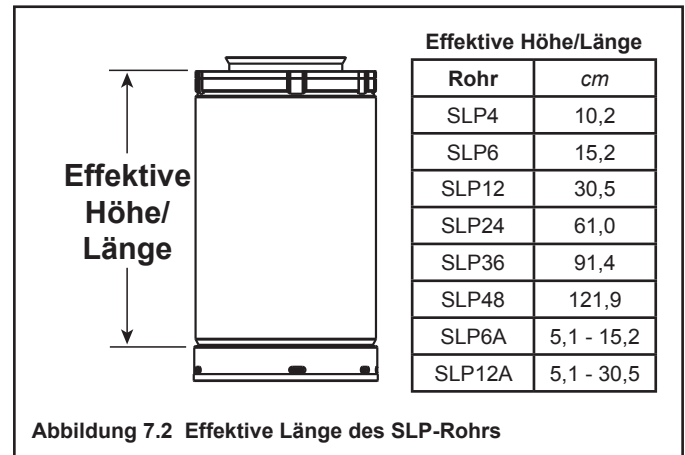

Abbildung 7.2 Effektive Länge des SLP-Rohrs
- Rohrmessungen werden über die effektive Rohrlänge angezeigt (siehe Abbildung 7.2).